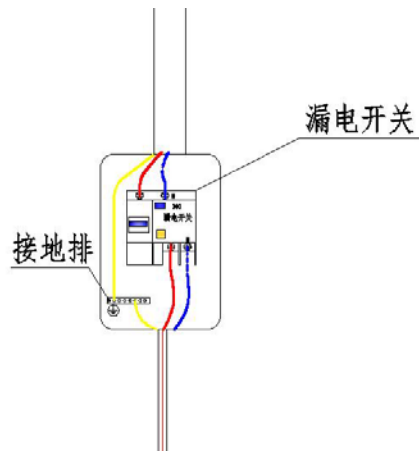

图 21
(5) 在取电处装好配电箱和漏电开关与接地排，按下图 21 将线接好。